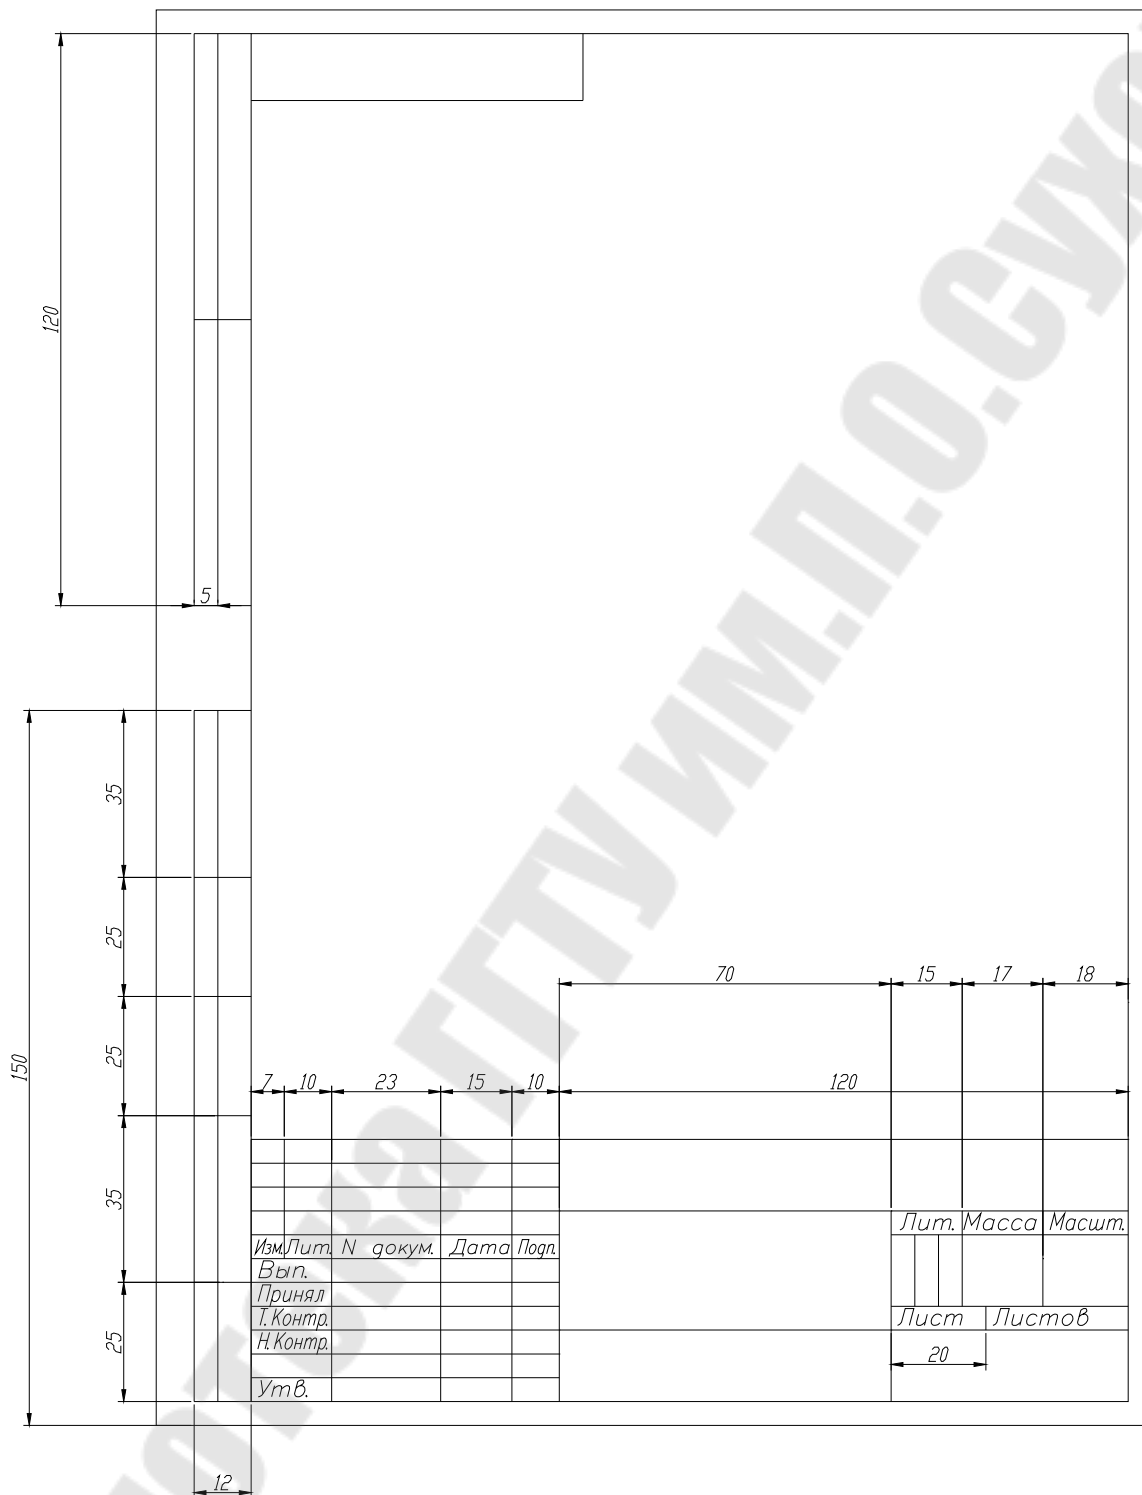

Рис. 2.1. – Размеры формата листа А4
5. Вычертим дополнительные графы основной надписи чертежа (см рис. 2.1).